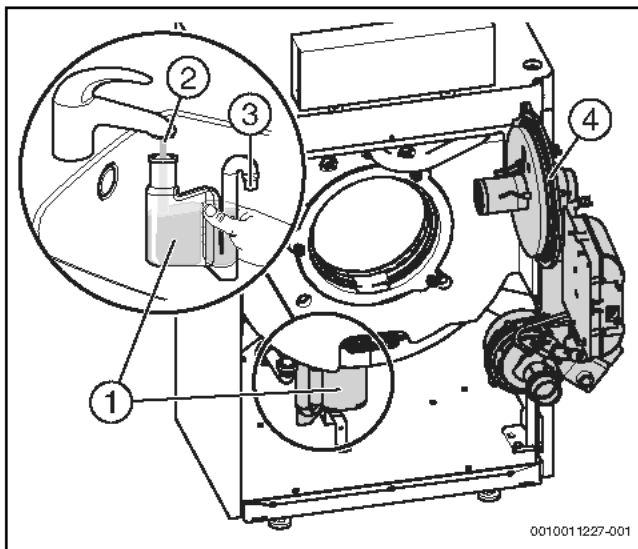

Bild 82 Siphon reinigen
- Vor Brennermontage den richtigen Sitz des O-Rings (→ Bild 82, Seite 50[4]) überprüfen und ggf. korrigieren.